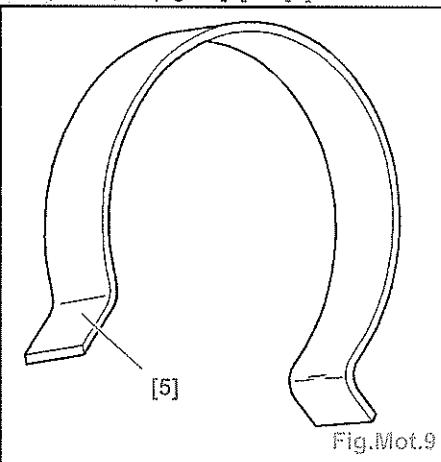

Fig.Mot.9
- mettre en place l'outil [5] (Fig.Mot.9),
- pignon de vilebrequin; maintenir la courroie avec l'outil [5] (Fig.Mot.9),